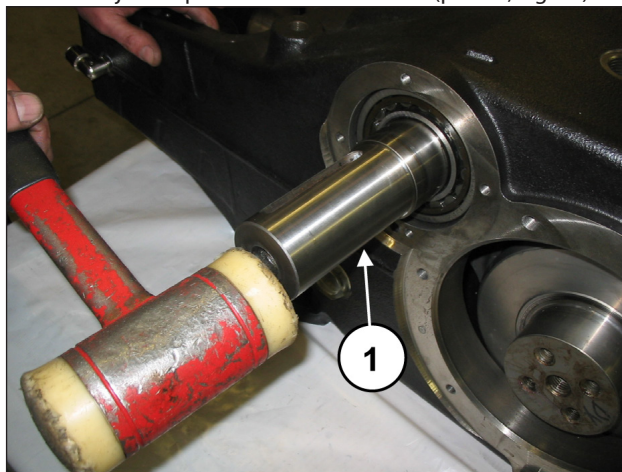
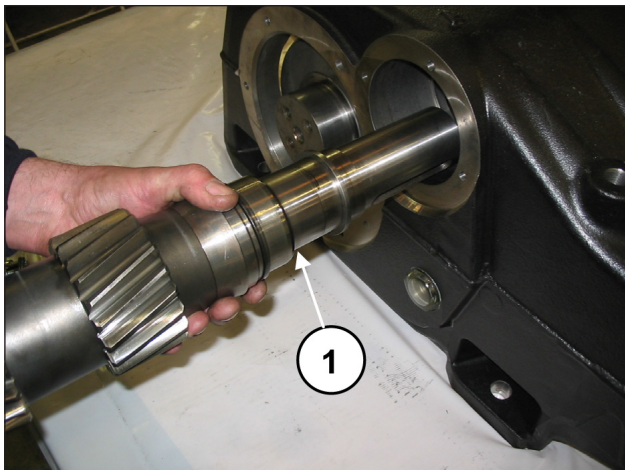

Fig. 32
Fig. 33
Desplazar hacia atrás las tres bielas hasta el final de carrera, de manera que estén en contacto con el eje acodado. Utilizando una herramienta de percusión (pos. ①, Fig. 32), extraer el eje PTO por uno de los lados (pos. ①, Fig. 33).